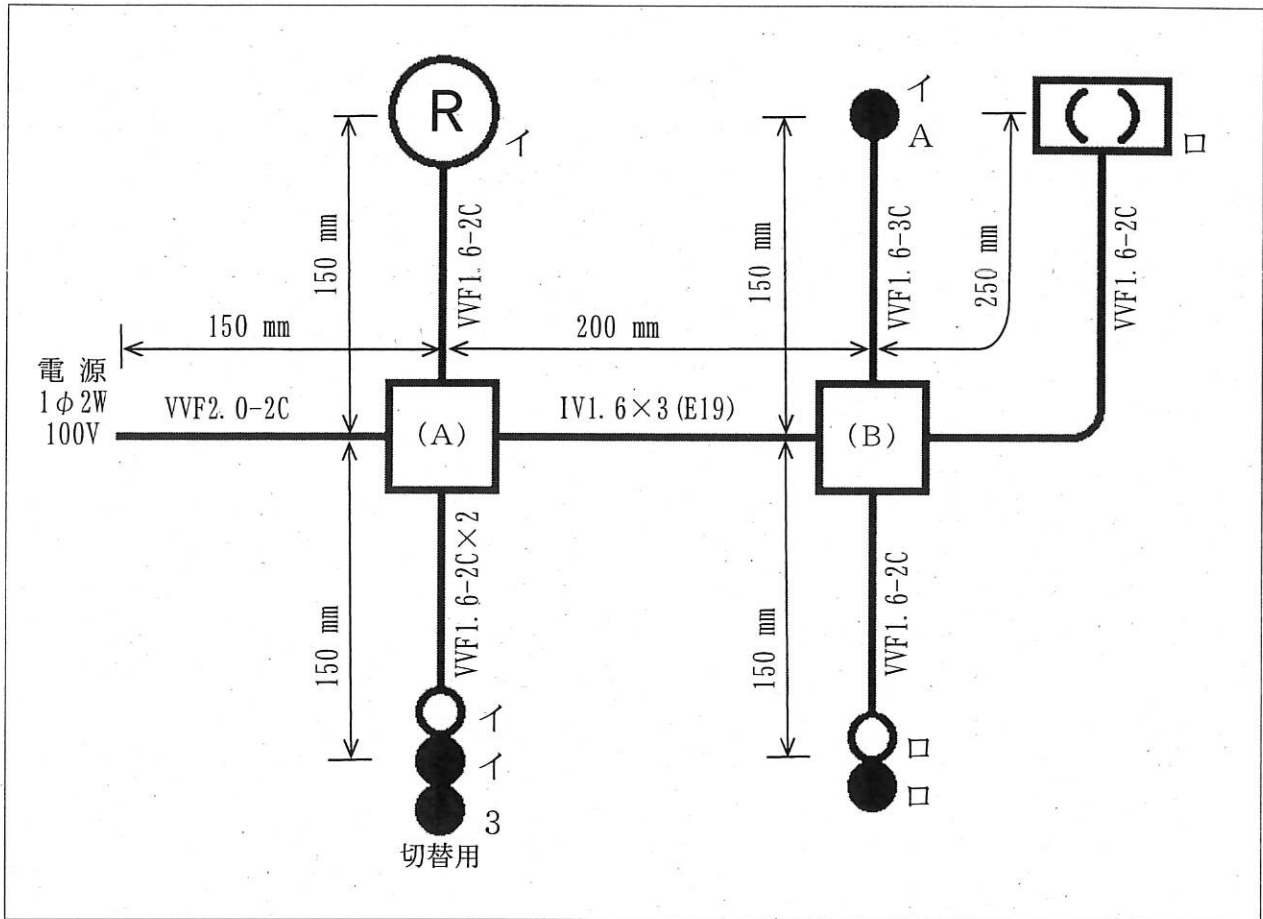
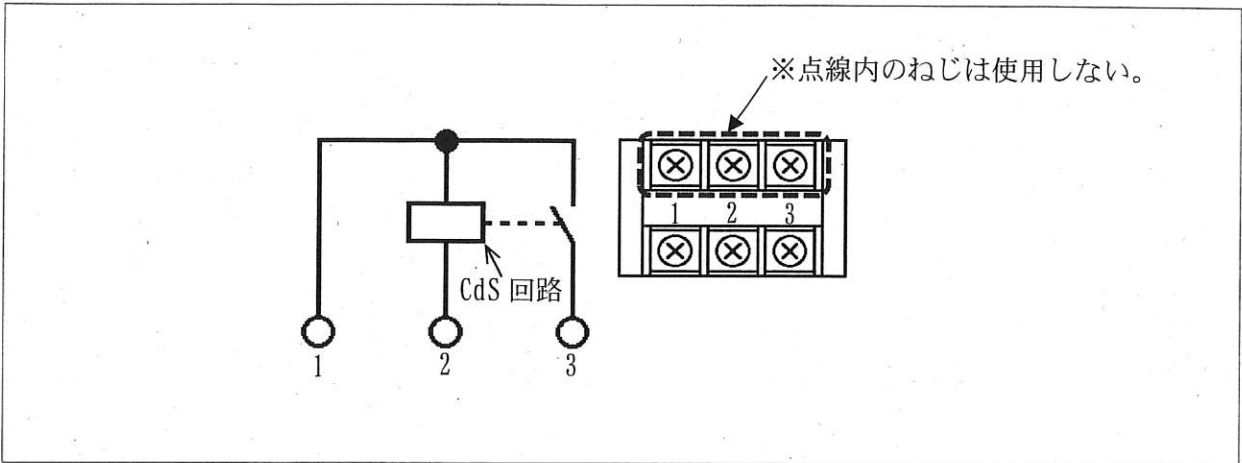
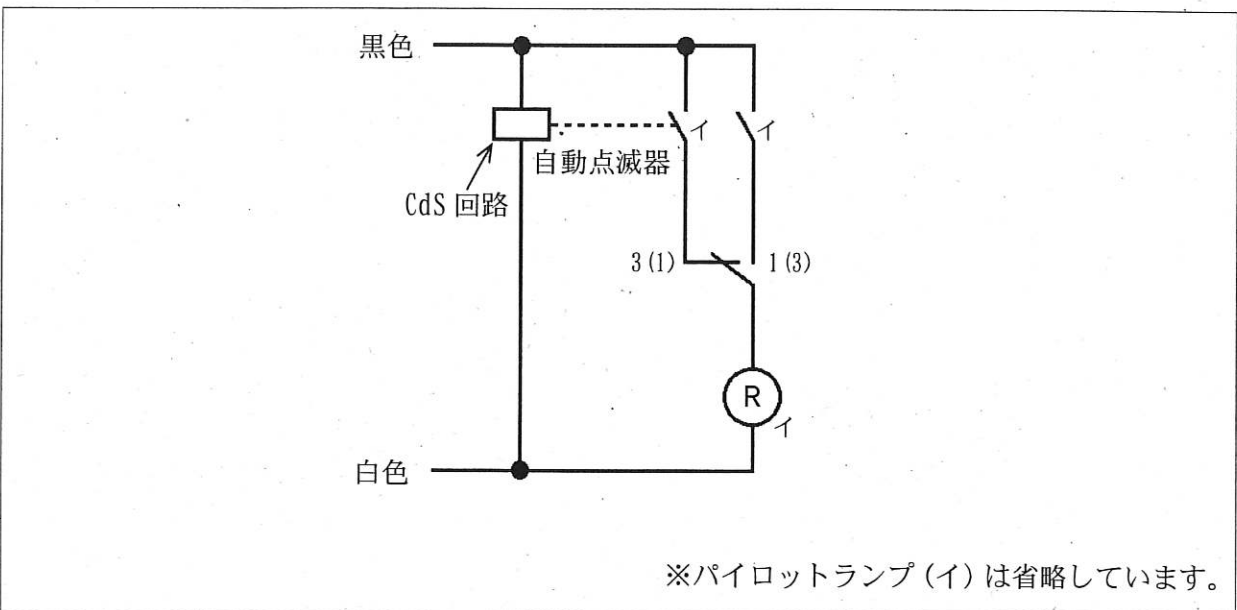

図1
図2
図3
- 1 次の図1は低圧屋内配線工事の配線図を、あとの図2は自動点滅器代用の端子台説明図を、図3はランプレセプタクル (イ) 回路の展開接続図を示しています。あとの1・2に答えなさい。
1 図1～図3及び次の〈施工条件〉(1)～(9)に従って、解答用紙に複線図をかきなさい。
- (1) 配線及び器具の配置は、図1に従って行うこととします。
- (2) 自動点滅器代用の端子台は、図2に従って使用することとします。
- (3) ランプレセプタクル(イ)回路の接続は、図3に従って行うこととします。
- (4) パイロットランプ(イ)及び(ロ)は、次の①及び②によることとします。
- ① タンブラスイッチ(イ)でランプレセプタクル(イ)を点灯・消灯させるとき、パイロットランプ(イ)は、ランプレセプタクル(イ)と同時点滅すること。
- ② パイロットランプ(ロ)は、引掛けシーリングローゼット(ロ)と異時点滅すること。
- (5) 配線及び器具の配置は、図1に従って行うこととします。
- (6) 電線の色別(絶縁被覆の色)は、次の①～③によることとします。
- ① 100 V 回路の電源からの接地側電線には、全て白色を使用すること。
- ② 100 V 回路の電源から点滅器イ、ロ及び自動点滅器イに至る非接地側電線には、全て黒色を使用すること。
- ③ 次の器具の端子には、白色の電線を結線すること。
- (7) 図1のアウトレットボックス(A)及び(B)を経由する電線は、その部分で全て接続箇所を設け、その接続方法は次の①及び②によることとします。
- ① アウトレットボックス(A)は、リングスリーブによる接続とすること。
- ② アウトレットボックス(B)は、差込型コネクタによる接続とすること。
- (8) アウトレットボックスは、打ち抜き済みの穴だけを全て使用することとします。
- (9) ランプレセプタクルの台座及び引掛シーリングローゼットのケーブル引込口は欠かずに、下部(裏側)からケーブルを挿入することとします。
2 準備された工具及び材料を使用し、図1～図3及び1に示す〈施工条件〉に従って低圧屋内配線工事を完成させなさい。